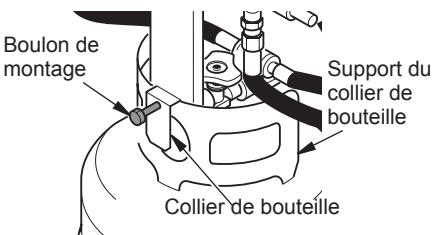

Figure 2 - Montage de l'appareil de chauffage
- Placer l'appareil de chauffage sur la bouteille, le support du collier de la bouteille étant positionné sur le collier (se reporter à la figure 2). Le boulon de montage doit être placé à l'extérieur du collier de la bouteille.